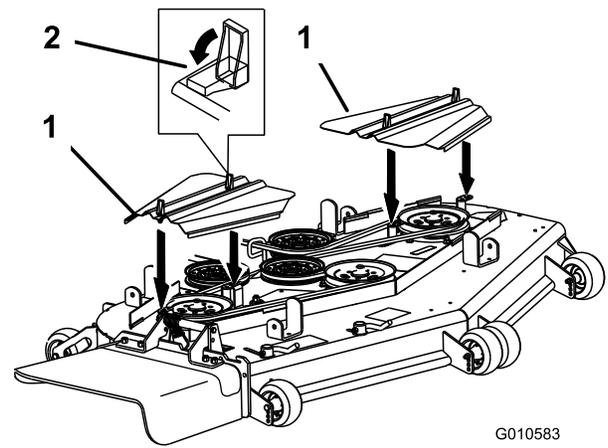
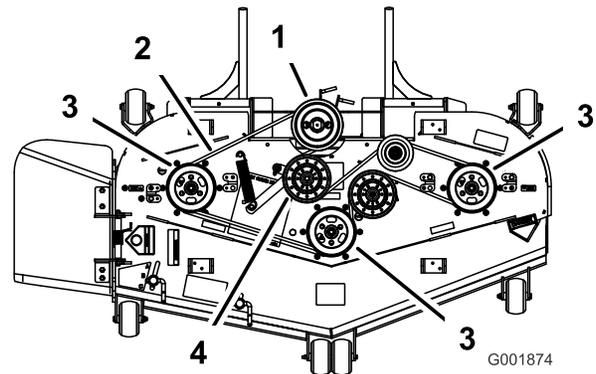
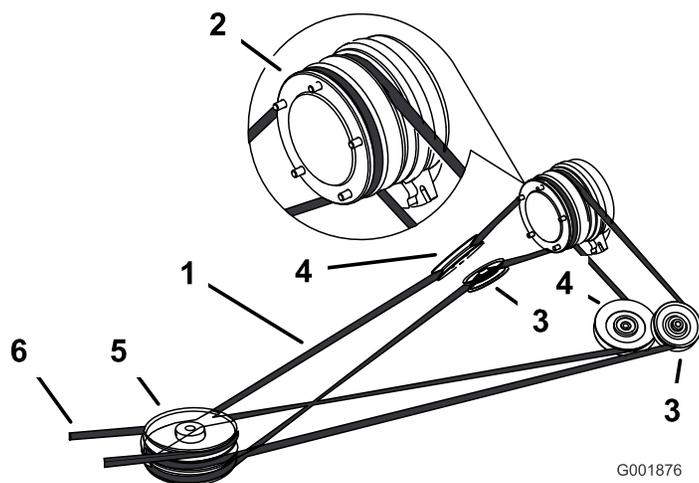

Figure 64
Figure 65
Figure 67
3. Retirez les couvercles de courroie (Figure 64).
5. Retirez la courroie des poulies du tablier de coupe et de la poulie supérieure de la poulie triple (Figure 64 et Figure 65).
6. Chaussez la courroie neuve sur les poulies du tablier de coupe et sur la poulie supérieure de la poulie triple (Figure 64 et Figure 65).
7. Tirez sur le bras pour détendre la courroie et alignez la courroie du tablier de coupe sur la poulie de tension (Figure 65).
8. Posez les couvercles de courroie et fermez les verrous (Figure 64).
4. Tirez sur la poulie de tension à ressort pour détendre la courroie (Figure 67).
5. Retirez la courroie de la poulie supérieure de la poulie triple (Figure 65 et Figure 67).
7. Chaussez une courroie neuve sur la poulie d'embrayage, les poulies de tension réglables, la poulie de tension à ressort et la poulie triple avant (Figure 67).
9. Chaussez la courroie sur les poulies du tablier de coupe et la poulie supérieure de la poulie triple (Figure 65 et Figure 67).